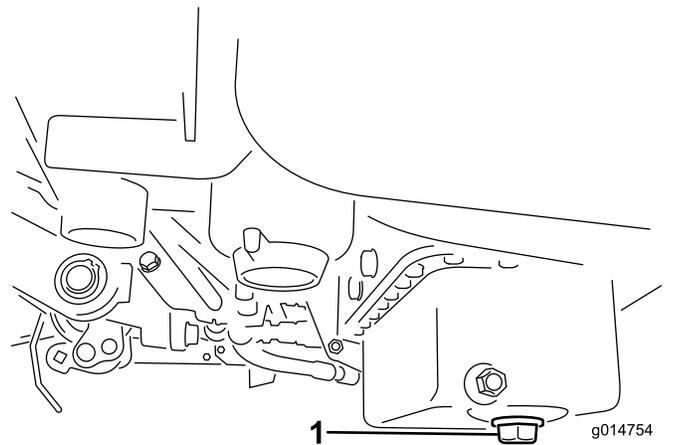

図 30
1. ドレンプラグを外してオイルを容器に受ける。オイルが抜けたらドレンプラグを取り付ける 図 30。